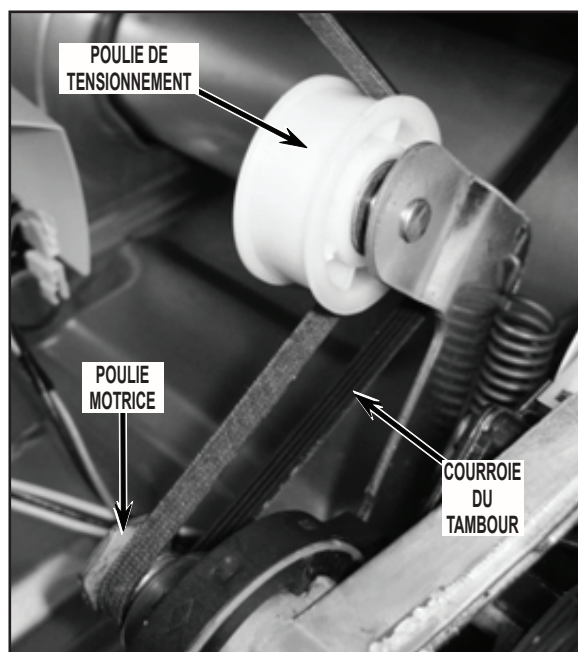

FIGURE 16
18. Extraire le tambour de la sécheuse – introduire un bras dans la sécheuse juste au-dessous du tambour et jusqu'à l'arrière du moteur d'entraînement. Saisir la poulie de tensionnement et soulever pour éliminer la tension de la courroie; dégager ensuite la courroie de la poulie motrice et de la poulie de tensionnement; voir la *Figure 16* au sujet de la dépose et de l'installation de la courroie.